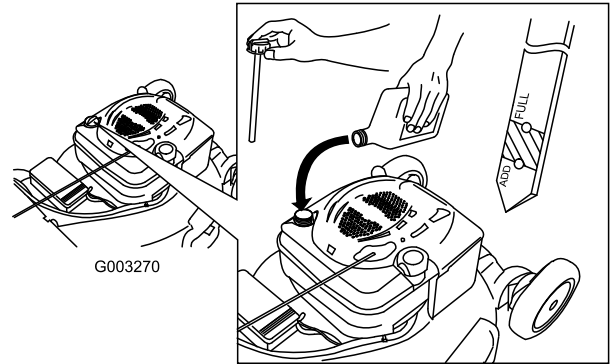

Figure 11
1. Retirez la jauge, essuyez-la sur un chiffon et remettez-la dans le goulot de remplissage (Figure 11).
2. Sortez de nouveau la jauge et contrôlez le niveau d'huile (Figure 11). Si le niveau n'atteint pas le repère minimum (Add) de la jauge, versez **lentement** suffisamment d'huile dans le goulot de remplissage pour faire monter le niveau au repère maximum (Full). **Ne remplissez pas excessivement.** (Remplissage max. : 0,59 l, type : huile détergente SAE 30W de classe de service API SF, SG, SH, SJ, SL ou supérieure.